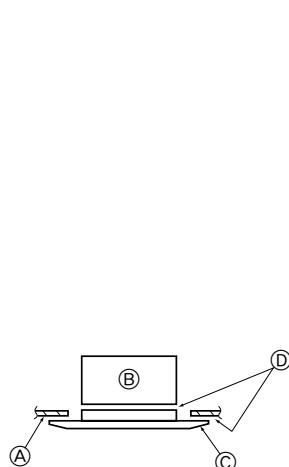

Fig. 5-7
5.3.3. Izgaranın sabitlenmesi (Fig. 5-7)